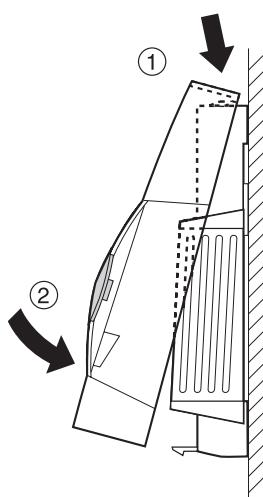

Rys. 13: Polaryzacja baterii i przycisk komunikacji
- ▶ Włożyć załączone baterie AA zwracając uwagę na prawidłową polaryzację (patrz Rys. 13: Polaryzacja baterii i przycisk komunikacji).